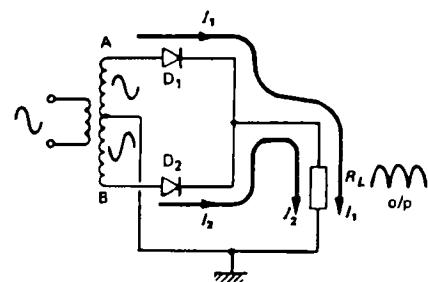
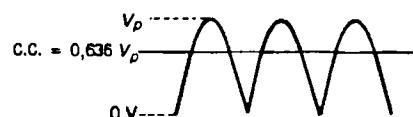

Figura 29.3 Redresor dublă alternanță folosind un transformator cu priză mediană
Figura 29.4 Nivelul de c.c. al undei redresate dublă alternanță este 0,636 din nivelul de vârf
2. Redresorul dublă alternanță (bi-alternanță), prezentat în figura 29.3. Se folosește un transformator cu priză mediană. Pe fiecare jumătate din înfășurarea secundară se dezvoltă forme de undă egale și de semn contrar. Pentru o semialternanță a semnalului de intrare, punctul A este pozitiv și punctul B este negativ față de priza centrală și viceversa pentru cealaltă semialternanță. Când A este pozitiv, D_1 conduce și curentul I_1 circulă așa cum se vede în figură. Când B este pozitiv, conduce D_2 și curentul I_2 circulă prin R_L în același sens ca și I_1 . Forma semnalului la ieșire este prin urmare așa cum se vede în figura 29.4 cu un nivel de c.c. dublu față de redresorul monoalternanță, de 0,636 (aproximativ două treimi) din nivelul de vârf.